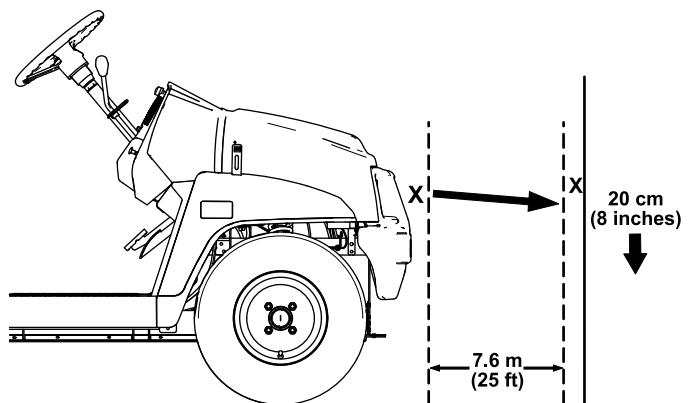

Figure 46
1. Garez la machine sur une surface plane et horizontale avec les phares à environ 7,6 m (25 pi) devant un mur (Figure 46).
La partie la plus brillante du faisceau doit se trouver 20 cm (8 po) en dessous du repère que vous avez fait sur le mur (Figure 46).